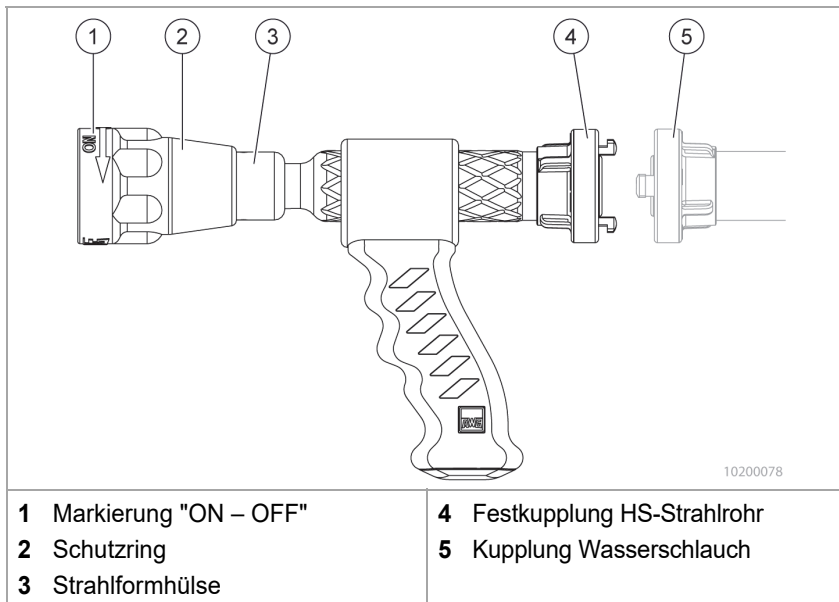

Fig. 2 Handhabung
- ✓ Der Strahlrohrkopf ist in Stellung "OFF" (Markierung, Fig. 2/3).
1. Die Kupplung des Wasserschlauchs (Fig. 2/5) mit der Hand oder einem geeigneten Kupplungsschlüssel an die Kupplung des HS-Strahlrohrs (Fig. 2/4) anschließen.
Die Löschmittelabgabe wird gestartet. Sobald der Strahlrohrkopf des HS-Strahlrohrs wieder in die Stellung "OFF" (Fig. 2/1) gebracht wird, stoppt die Löschmittelabgabe.
1. Durch Drehen des Schutzrings (Fig. 2/2) wechseln Sie während des Einsatzes zwischen Sprüh- und Vollstrahl.
1. Den Strahlrohrkopf des HS-Strahlrohrs in die Stellung "OFF" (Fig. 2/1) drehen.
4. Die Kupplung des Wasserschlauchs (Fig. 2/5) mit der Hand oder einem Kupplungsschlüssel von der Festkupplung des HS-Strahlrohrs (Fig. 2/4) lösen.